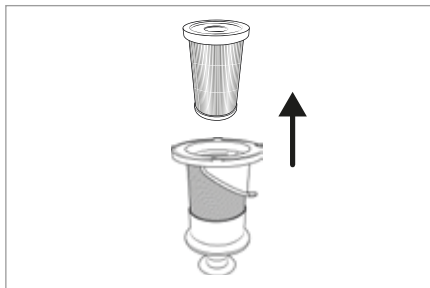

Fig. 21
- 4) Retire o filtro EPA 5 do filtro de aço inoxidável 6, agarrando pela abertura existente no filtro EPA 5 e puxando-o para fora do filtro de aço inoxidável 6 (ver fig. 21).